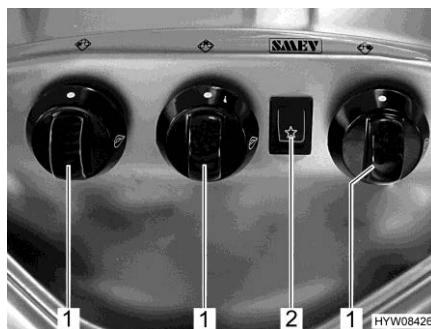

Fig. 179 Boutons de commande (réchaud à gaz)
- Tourner le bouton tournant (Fig. 179,1) du brûleur désiré en position d'allumage (grande flamme).
- Appuyer sur le commutateur à bascule (Fig. 179,2). Le brûleur produit des étincelles.